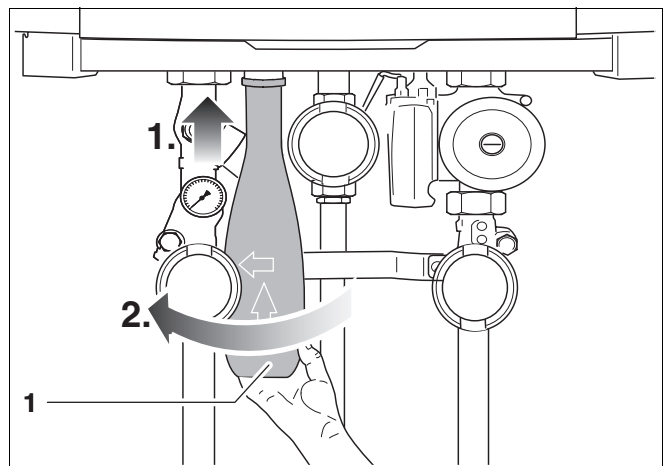

Fig. 7 Sifon monteren
- Monteer de sifon (fig. 7, **pos. 1**) op aansluiting condensafvoer.